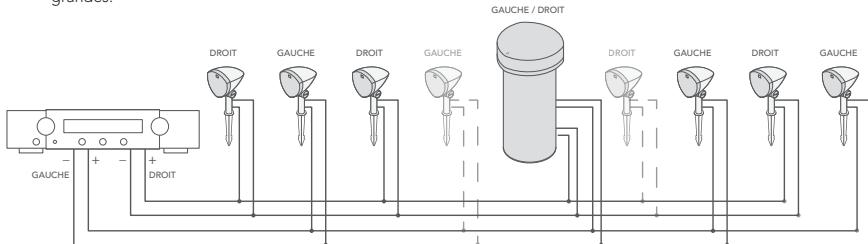

Figure 3
5. Faites passer le câble de l'enceinte dans la tranchée comme décrit dans les instructions de câblage à la section 6 « Installation des enceintes satellites » à la page suivante. Nous recommandons de laisser 380 à 400 mm (14 à 16 po) de câble supplémentaire afin que le câble ne se plie pas et ne se tireille pas lorsqu'il est recouvert de terre dans la tranchée. La figure 3 représente le câblage d'un système complet à l'aide d'un amplificateur stéréo. Notez qu'une paire supplémentaire de satellites peut être achetée et installée pour des applications légèrement plus grandes.
1. Une fois toutes les satellites et le subwoofer correctement connectés, assurez-vous que l'amplificateur/le récepteur est hors tension. Connectez les fils gauche/droite de l'enceinte aux bornes positive (+) et négative (-) correspondantes de l'amplificateur/récepteur (voir le schéma de câblage de l'amplificateur à la Figure 3).